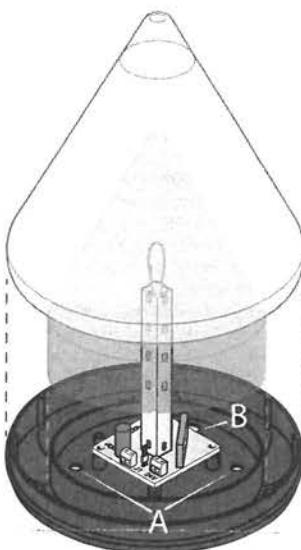

Fig. 2
- Collegare l'uscita antenna "ANT" al ricevitore (Det. D) con un cavo coassiale **RG58** (impedenza 500) lungo max. **15 m** passando attraverso uno dei fori prefondati "B" da **10 mm** fig. 2.
- Prepare holes in the container for the passage of the cables (indicated by the **6 mm** countersunk marks in the container base "A" fig. 2) and fasten it to the column.
- Wire the "ANT" aerial output (Det. D) to the receiver using a coaxial cable **RG58** (impedance 500) with a maximum length of **15 m** passing through the **10 mm** countersunk marks "B" in the container base fig. 2.
- Prédisposer le boîtier pour le passage des câbles (en enfouissant la paroi qui couvre les trous de **6 mm** prévus à cet effet "A" fig. 2) et le fixer sur le pilier.
- Brancher la sortie antenne "ANT" au récepteur au moyen d'un câble coaxial **RG58** (impédance 500) d'une longueur maximale de **15 m** en passant à travers les trous de **10 mm** prévus à cet effet "B" fig. 2.
- Predisponer el contenedor para la fijación (actuando sobre los orificios de **6 mm** marcados "A" al fondo de la base fig. 2) y fijarlo en el pilar.
- Conectar la salida antena "ANT" al receptor con un cable coaxial **RG58** (impedancia 500) longitud máxima **15 m**, pasando a través los orificios de **10 mm** marcados "B" al fondo de la base fig. 2.
- Bereiten Sie das Gehäuse für die Anbringung vor (finden Sie auf die für die **6 mm** Löcher vorgestanzten Stellen „A“ auf dem Boden der Basis wirken Abb. 2) und befestigen Sie es am Pfleier.